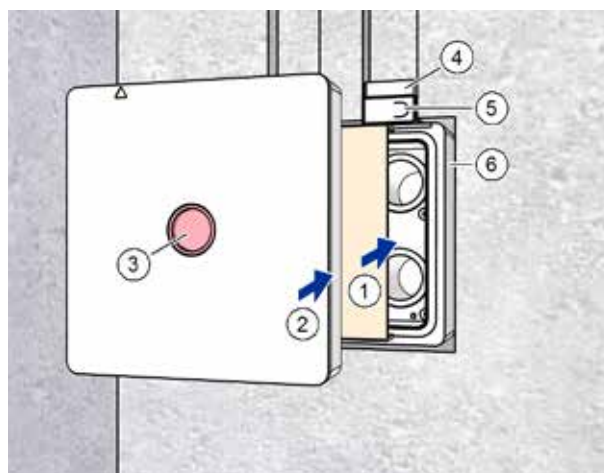

Fig. 15: Inserimento dell'inserto di cartone e del coperchio di protezione dall'intonaco
- ▶ Inserire l'inserto di cartone (pos. 1 nella Fig. 15) nella cassetta a muro (pos. 6 nella Fig. 15).
- ▶ Inserire il coperchio di protezione dall'intonaco (pos. 2 nella Fig. 15) nella cassetta a muro (pos. 6 nella Fig. 15) fino al punto d'arresto.
- ▶ Controllare che il coperchio di segnalazione rosso (pos. 3 nella Fig. 15) sia posizionato nel coperchio di protezione dall'intonaco.
- ▶ Controllare che i coperchi di protezione dall'intonaco (pos. 5 nella Fig. 15) siano posizionati nelle curve 90° (pos. 4 nella Fig. 15).